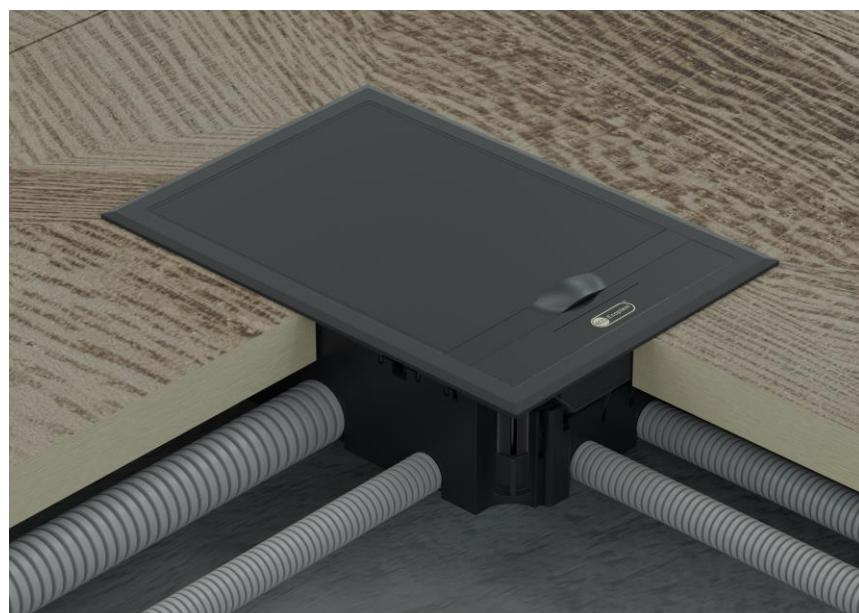

Рис. 3
3. Удалить необходимое количество защитных элементов кабельных вводов. Через отверстия кабельных вводов ввести в коробку трубы с кабелями, предварительно проложенные в подпольном пространстве фальшполов (*Рис. 3*).